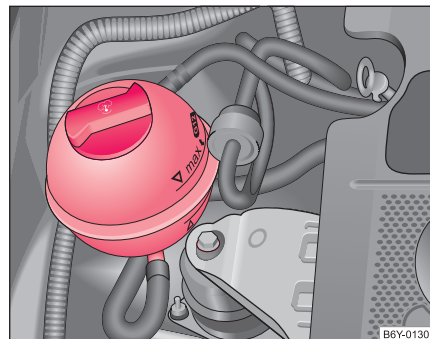

Fig. 129
- Verificați nivelul lichidului de răcire din rezervorul cu indicator ⇒ Fig. 129. Dacă motorul este rece, nivelul lichidului de răcire trebuie să se afle între marcasele „MIN“ și „MAX“. Dacă motorul este cald, nivelul lichidului de răcire poate fi puțin peste marcajul „MAX“.
- Așezați o lavetă peste capacul rezervorului cu indicator al lichidului de răcire ⇒ Fig. 129 și deșurubați **cu atenție** capacul spre stânga ⇒ .